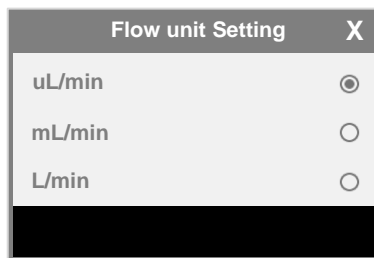

Abbildung 15: Wählen Sie die Einheit für die Durchflussrate
- B. Einstellung der Einheiten: Drücken Sie diese Taste, wenn die Pumpe nicht läuft, um die Einheit zu ändern. Die verfügbaren Einheiten sind $\mu\text{L}/\text{min}$, mL/min und L/min , wie in Abbildung 15 dargestellt.